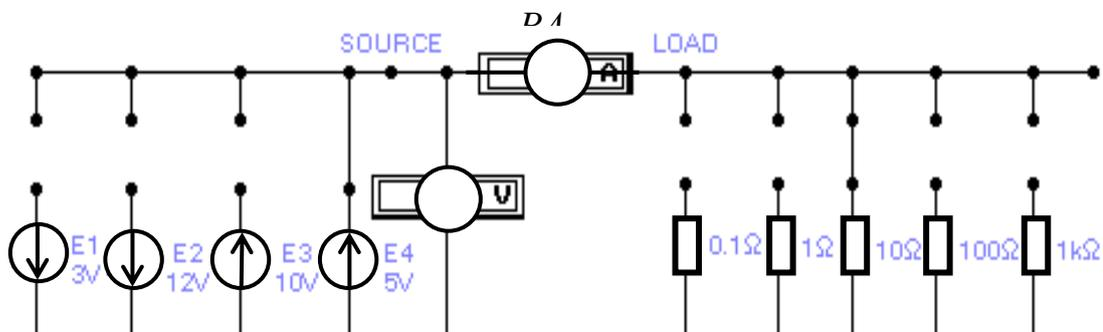

Рисунок 2 – Схема эксперимента
3.1.3 Нарисовать схемы цепи (рисунок 2 и 3).
3.2.2 «Собрать» цепи (рисунок 2 и 3).
3.2.3 Размыкая и замыкая переключки у резисторов и источников ЭДС измерить напряжения и токи (рисунок 2).